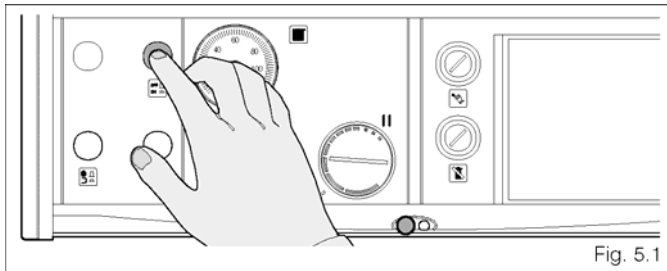

Fig. 5.1
- Установите главный выключатель на панели управления – в положение (0) «выключено» и проверьте отключение по зеленой сигнальной лампе (рисунок 5.1).